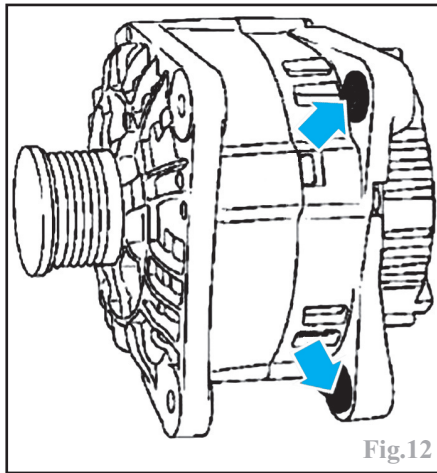

Fig.12
-comprimer les bagues de l'alternateur à l'aide d'une pince ou d'un étau pour faciliter sa mise en place (Fig.12).